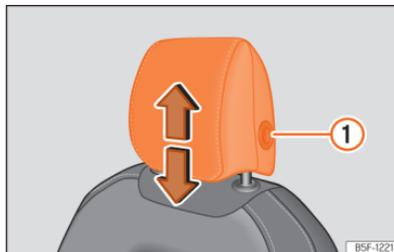
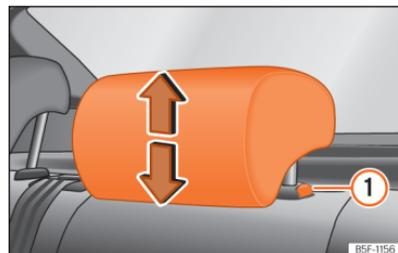

Abb. 94 Vordersitz: Kopfstützeneinstellung.
Abb. 95 Kopfstütze hinten: Kopfstützeneinstellung.
- Fassen Sie die Kopfstütze seitlich mit beiden Händen und schieben Sie sie nach oben bis sie in der gewünschten Position einrastet. Gehen Sie zum Absenken auf gleiche Weise vor und drücken Sie die seitliche Taste **1** » (Abb. 94) , » (Abb. 95).